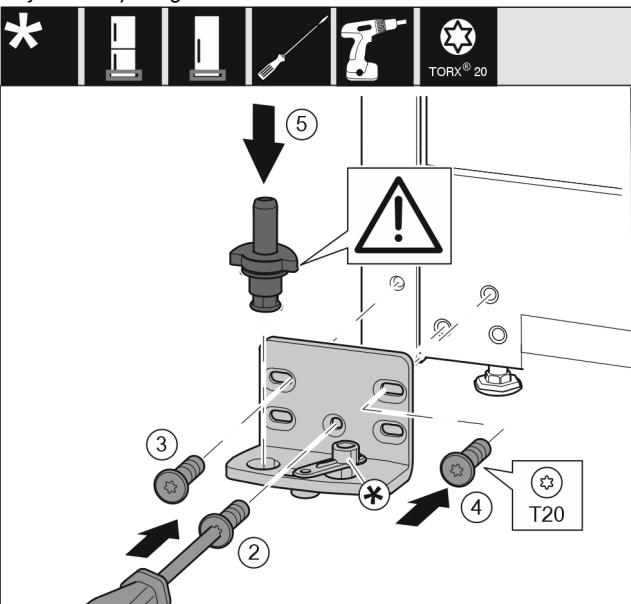

Fig. 36
- ▶ Nasad'te stojan ložiska na druhé straně a přišroubujte pomocí šroubováku T20. Začněte šroubem 2 dole uprostřed. Fig. 36 (2)
- ▶ Pevně utáhněte šroub 3 a 4. Fig. 36 (3,4)
- ▶ Zcela vložte ložiskový čep. Přitom dávejte pozor, aby zajišťovací vačka směřovala dozadu. Fig. 36 (5)
- ▶ Nasad'te stojan ložiska na druhé straně a přišroubujte pomocí šroubováku T20. Začněte šroubem 2 dole uprostřed. (2)*
- ▶ Spojení tlumiče zavírání otočte o 180°. Šroubovákem T20 přišroubujte na druhé straně stojanu ložiska. (5)*
- ▶ Zcela vložte ložiskový čep. Přitom dávejte pozor, aby zajišťovací vačka směřovala dozadu. (6)*